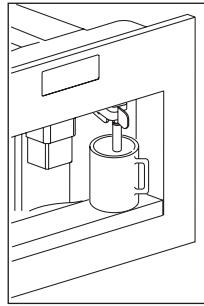

Abb. 12
- Stellen Sie eine Tasse unter den Heißwasserauslauf (Abb. 12). Wenn der Heißwasserauslauf nicht eingesetzt ist: